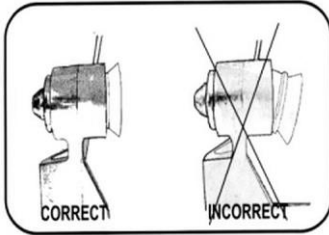

Fig. 35
5. Insérer le joint du bouchon d'aspiration dans l'espace de la spirale en l'enfonçant (fig. 35).